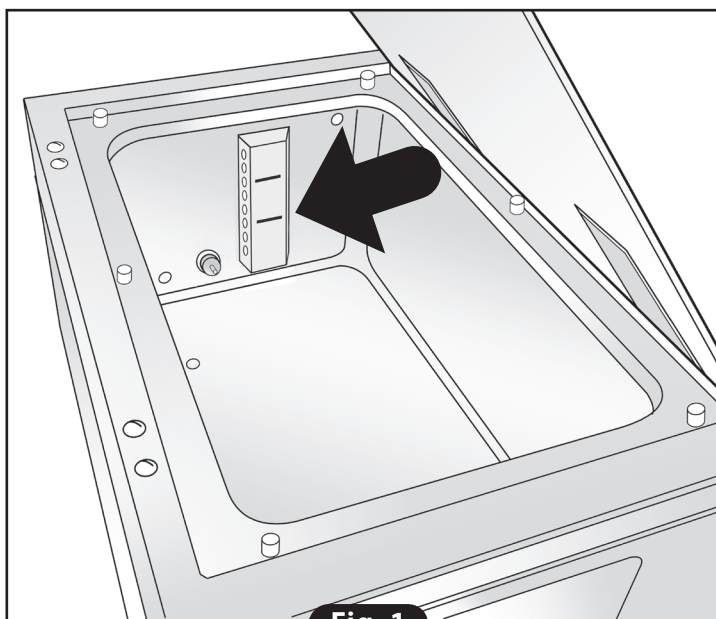

Fig. 1
- Indicatore di livello versione Base (**Fig. 1**).
- Imballo esterno in cartone: 1 etichetta (**Fig. 1**).